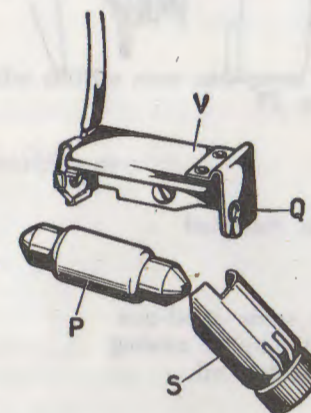

Fig. 25
- Remove light bulb « P » together with its shade from lamp holder « V » (Fig. 25).